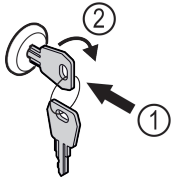

Fig. 120
- ▶ Sleutel erin duwen Fig. 120 (1).
- ▶ Sleutel 90° rechtsom draaien Fig. 120 (2).